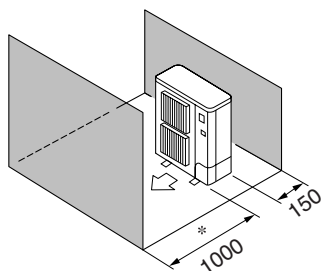

Fig. 2-6
- ⑤ Enbart hinder på framsidan och baksidan (Fig. 2-6)